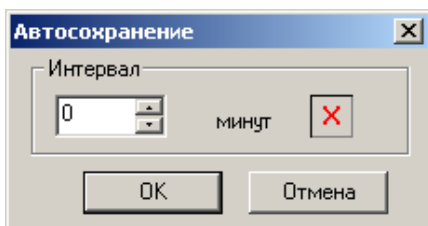

Рис. 5.1 Диалоговое окно «Автосохранение».
2. В открывшемся окне (Рис. 5.1) укажите необходимое количество минут.